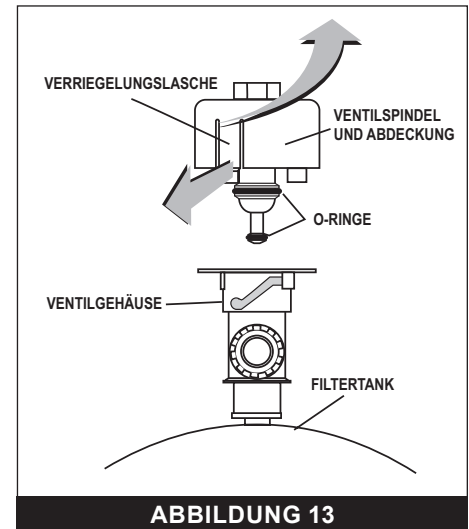

ABBILDUNG 13
2. Ziehen Sie bei installiertem Entlüftungsventil die Verriegelungslaschen heraus und drehen Sie gegen den Uhrzeigersinn, um die Ventilspindel und die Abdeckung vom Ventilgehäuse zu lösen (ABBILDUNG 13).